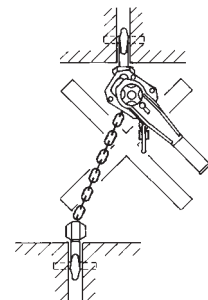

Fig. 4
- Evitare tiri inclinati o laterali (Fig. 4).